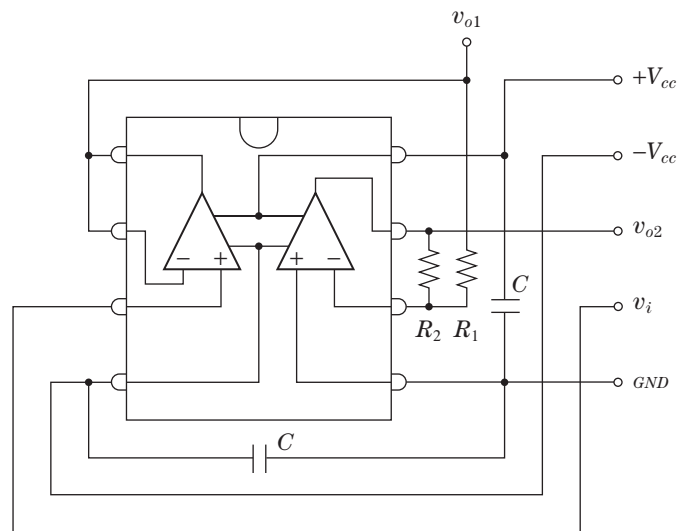

図 E7.14: ボルテージフォロワ+反転増幅回路の配線図
2 in 1 タイプの汎用オペアンプ IC を使って、ボルテージフォロワと反転増幅の直列回路をブレッドボード上に組んでみよう。図 E7.14 に実体により忠実な配線図を示す。
体験 E7.1 ブレッドボード上に図 E7.14 の回路を実装しよう
- 実体配線図を用意する（今回は図 E7.14 を利用）。